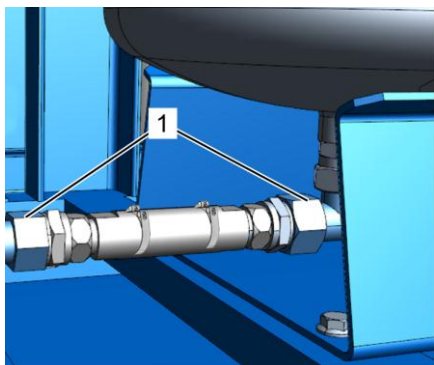

Рис. 69: Анод протекторной защиты
4. Последовательно отсоедините два резьбовых соединения перед анодом протекторной защиты (Рис. 69/1).
11. Закрутите два резьбовых соединения перед анодом протекторной защиты (Рис. 69/1).